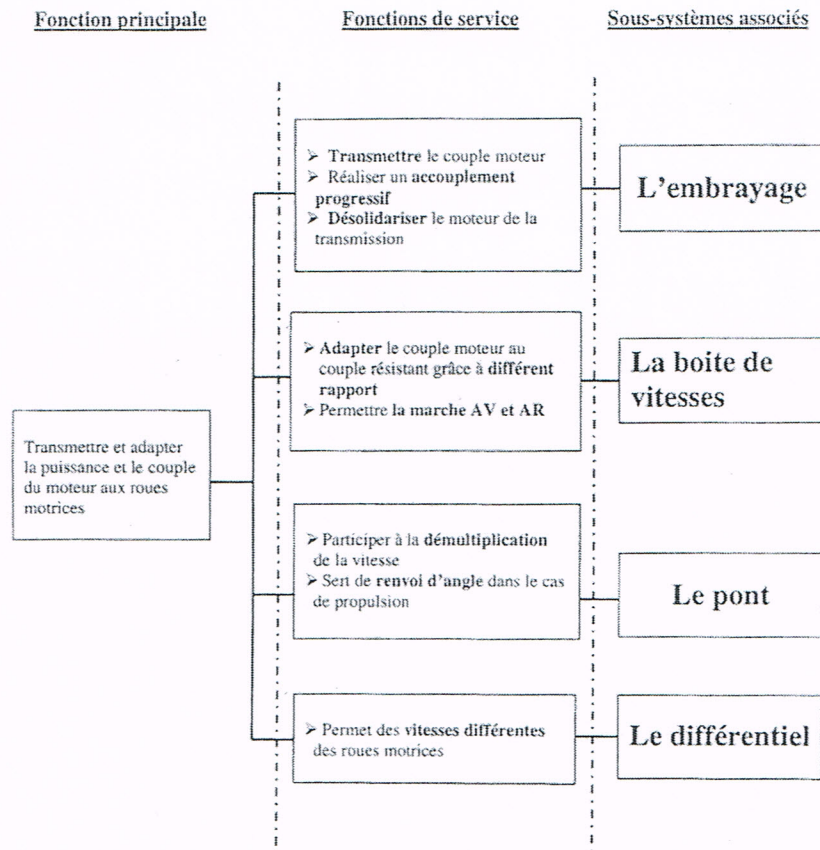

Figure.8. Principaux fonctions et services de la transmission
La transmission du tracteur sert à transmettre ou à interrompre la puissance du moteur aux roues et aux prises de puissance (PF). Elle est constituée par un ensemble de mécanismes : l'embrayage, la boîte de vitesses, le couple conique et le différentiel (Figure.8).